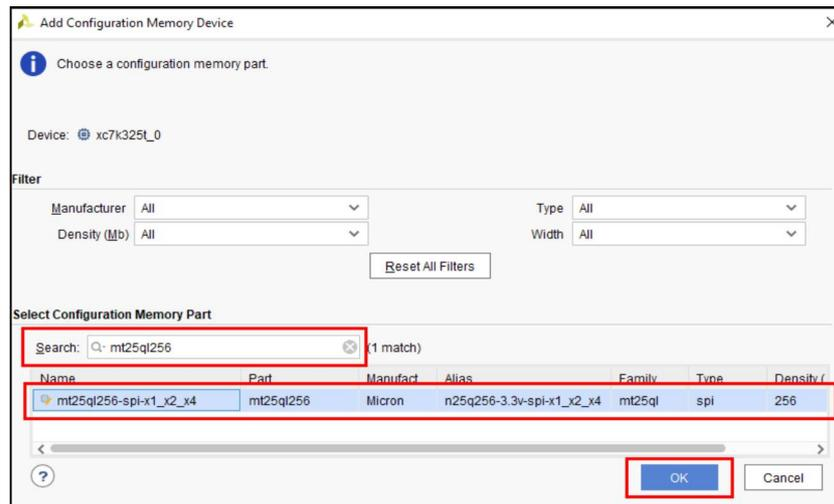

Рис. 2-8 Выбор микросхемы конфигурационной памяти MT25QL256
9.2. Ввести в строку поиска «mt25ql256», выбрать микросхему конфигурационной памяти «mt25ql256-spi-x1_x2_x4» и нажать «ОК» (Рис. 2-8).